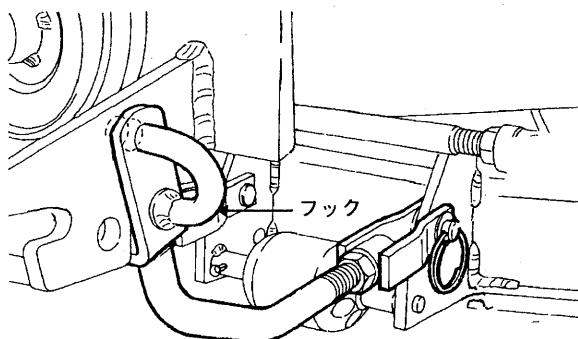

図34 フロントリンク取付け
- (12) モア前部のフックを引き、モアヘフロントリンクを取付けてください。(図34参照)
- (13) フロントリンク前部のフックを引き、本機の図の穴にフックを入れ、フロントリンクを取付けてください。